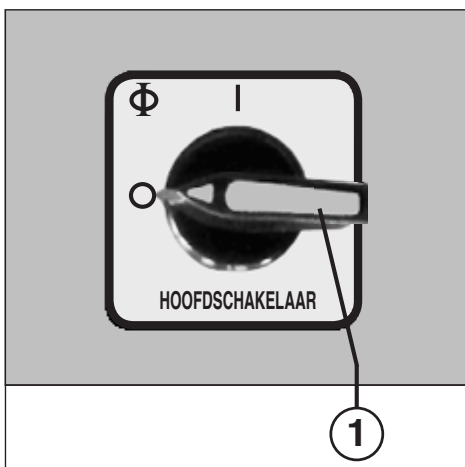

Fig. 1
U gelieve erop te letten dat de machine 's nachts uitgeschakeld is (hoofdschakelaar (1) (Fig. 1) op "0").